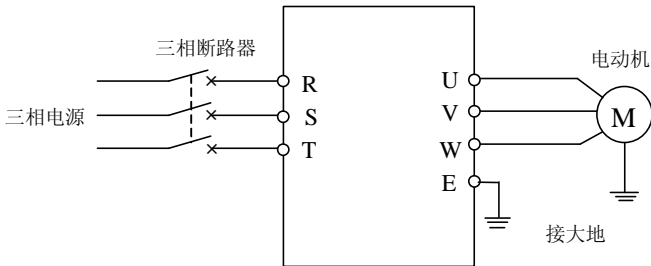

图 6-1 简单运行接线图
- ① 按图 6-1 接线；
- ② 确认接线无误后合上电源开关，接通电源，变频器先显示“P.oFF”，稍后显示“0”；
- ③ 确认频率设定通道为面板数字设定方式 ([F0.0] = 1)；
- ④ 根据变频器拖动电动机的额定铭牌数据，对参数 F0.14、F0.15 进行参数设置；
- ⑤ 按 **FWD** 键启动变频器，变频器输出 0 频率，显示“0.0”；
- ⑥ 按 **UP** 键，增大设定频率，变频器的输出频率增加，电机转速加快；
- ⑦ 观察电机的运行是否正常，若有异常立即停止运行，断电，查清原因后再运行；
- ⑧ 按 **DOWN** 键减小设定频率；
- ⑨ 按 **STOP** 键停止运行；
- ⑩ 切断电源开关。